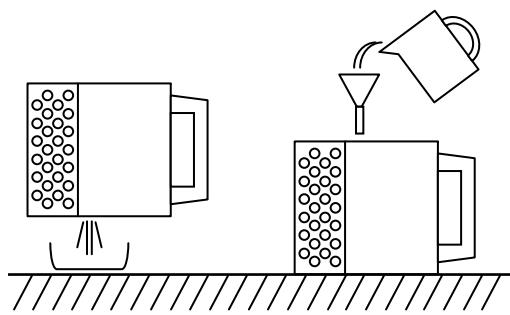

図 5
- (1) ご使用の前に必ず絶縁抵抗の測定をしてください。絶縁抵抗値は $1M\Omega$ 以上あれば運転に支障ありませんが $1M\Omega$ 以上あっても、急に低下し始めているものは異常と考えられますので修理が必要です。
- (2) 運転中の電流値、電流計のふれを点検してください。ふれの大きい場合は異物をかみ込んでいる恐れがあります。付着した異物を取り除いてください。
- (3) 吐出し量が急激に減少している場合には、吸入口(ストレーナ部)に異物がつまっている恐れがあります。付着した異物を取り除いてください。
- (4) ポンプ性能が徐々に低下した場合は、ケーシングや羽根車の摩耗が考えられます。各部を点検し摩耗している部品は早期に交換してください。
- (5) 使用後に、メカニカルシールの潤滑油を点検・交換して頂きますと、メカニカルシールの寿命が長くなります。この際、潤滑油に水が混入し、白濁している場合は、メカニカルシールの不良ですので交換が必要です。潤滑油交換時には図 5 のように注油栓を真上にし、ポンプを水平に置いて表 2 に示す潤滑油を必ず規定量注油してください。この時ポンプをゆったりして、規定量以上注油しますと、メカニカルシール室の内圧上昇により、シール寿命が著しく低下します。注油後はシールワッシャを介し、注油栓を十分に締付けてください。